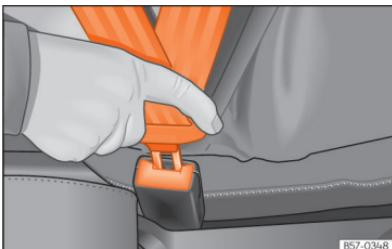

Fig. 23 Inserir a lingueta do cinto de segurança no fecho correspondente.
- Encaixe a lingueta no fecho do respetivo banco **» Fig. 23.**